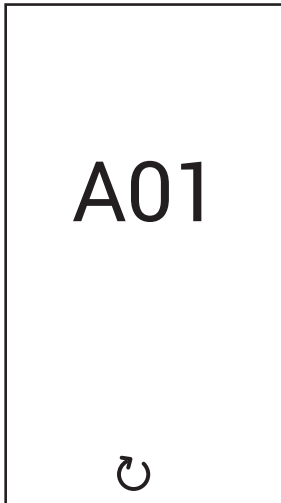

fig. 5
**Anomalia tipo A (fig. 5):** Per questa anomalia è richiesto l'intervento manuale tramite la pressione del tasto  per circa 5 secondi. Successivamente confermare con il tasto .